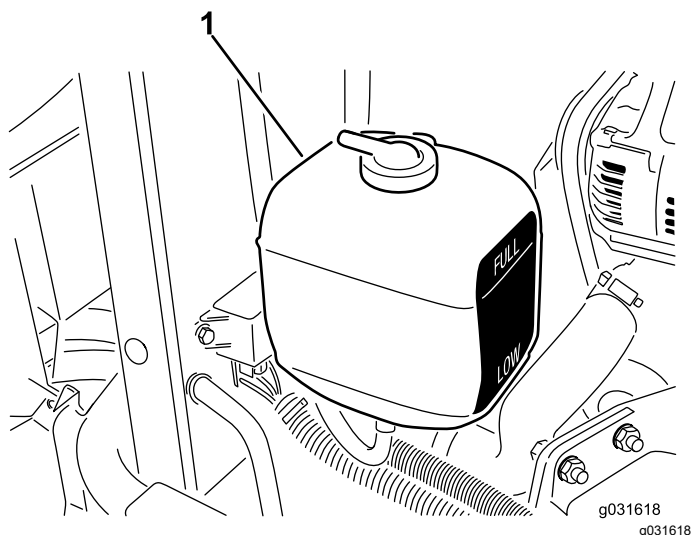

Figure 59
1. Vérifiez le niveau de liquide de refroidissement dans le vase d'expansion (Figure 59).